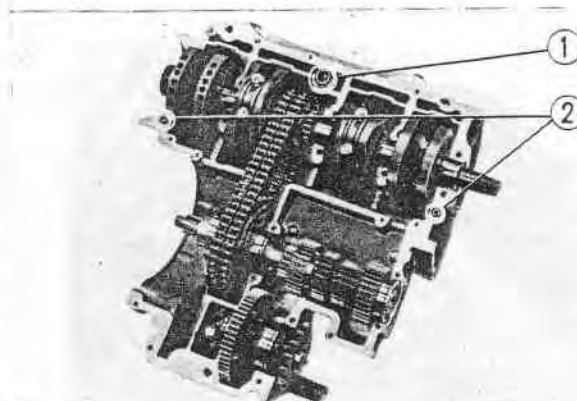
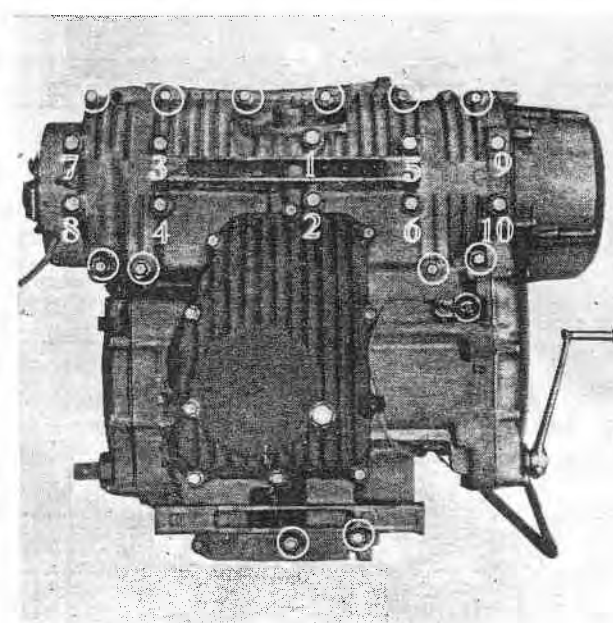

Fig. 3-85 ① Bague de graissage et joint torique
Fig. 3-86 Ordre de serrage
3. Monter les deux pignons, la bague de graissage et un joint torique sur le carter supérieur et appliquer une couche uniforme de produit d'étanchéité liquide sur la face d'appui, (Fig. 3-85) Appliquer soigneusement le carter inférieur par dessus, mettre en place les boulons de fixation et serrer dans l'ordre indiqué sur la Fig. 3-86 au couple de 2,3 à 2,5 m.kg pour les boulons six-pans de 8 mm; ensuite serrer les boulons six-pans de 6 mm.